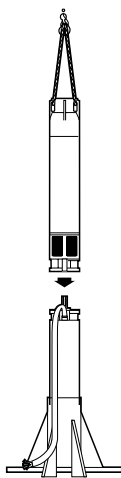

fig. 3
- Con apposita e regolamentare attrezzatura sollevare la pompa in posizione perfettamente verticale sopra il motore ed abbassarla lentamente, curando che l'albero motore entri liberamente nella sede del manicotto pompa (fig. 3). **In questa fase occorre fare molta attenzione alle mani.**